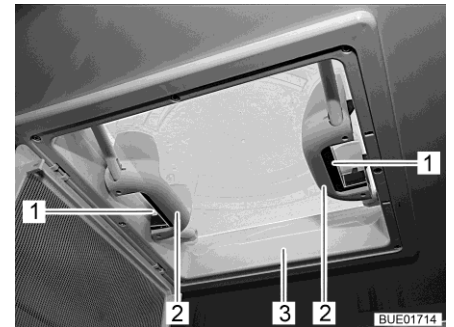

Fig. 125 Tiradores con cierres de resorte
- Presionar el cierre de resorte (Fig. 125,1) hacia el lado interior de la claraboya (Fig. 125,3). Presionar simultáneamente hacia arriba la claraboya con el tirador (Fig. 125,2).
- Tirar la claraboya (Fig. 125,3) enérgicamente hacia abajo por los dos tiradores (Fig. 125,2), hasta que los dos cierres de resorte (Fig. 125,1) hayan engatillado.